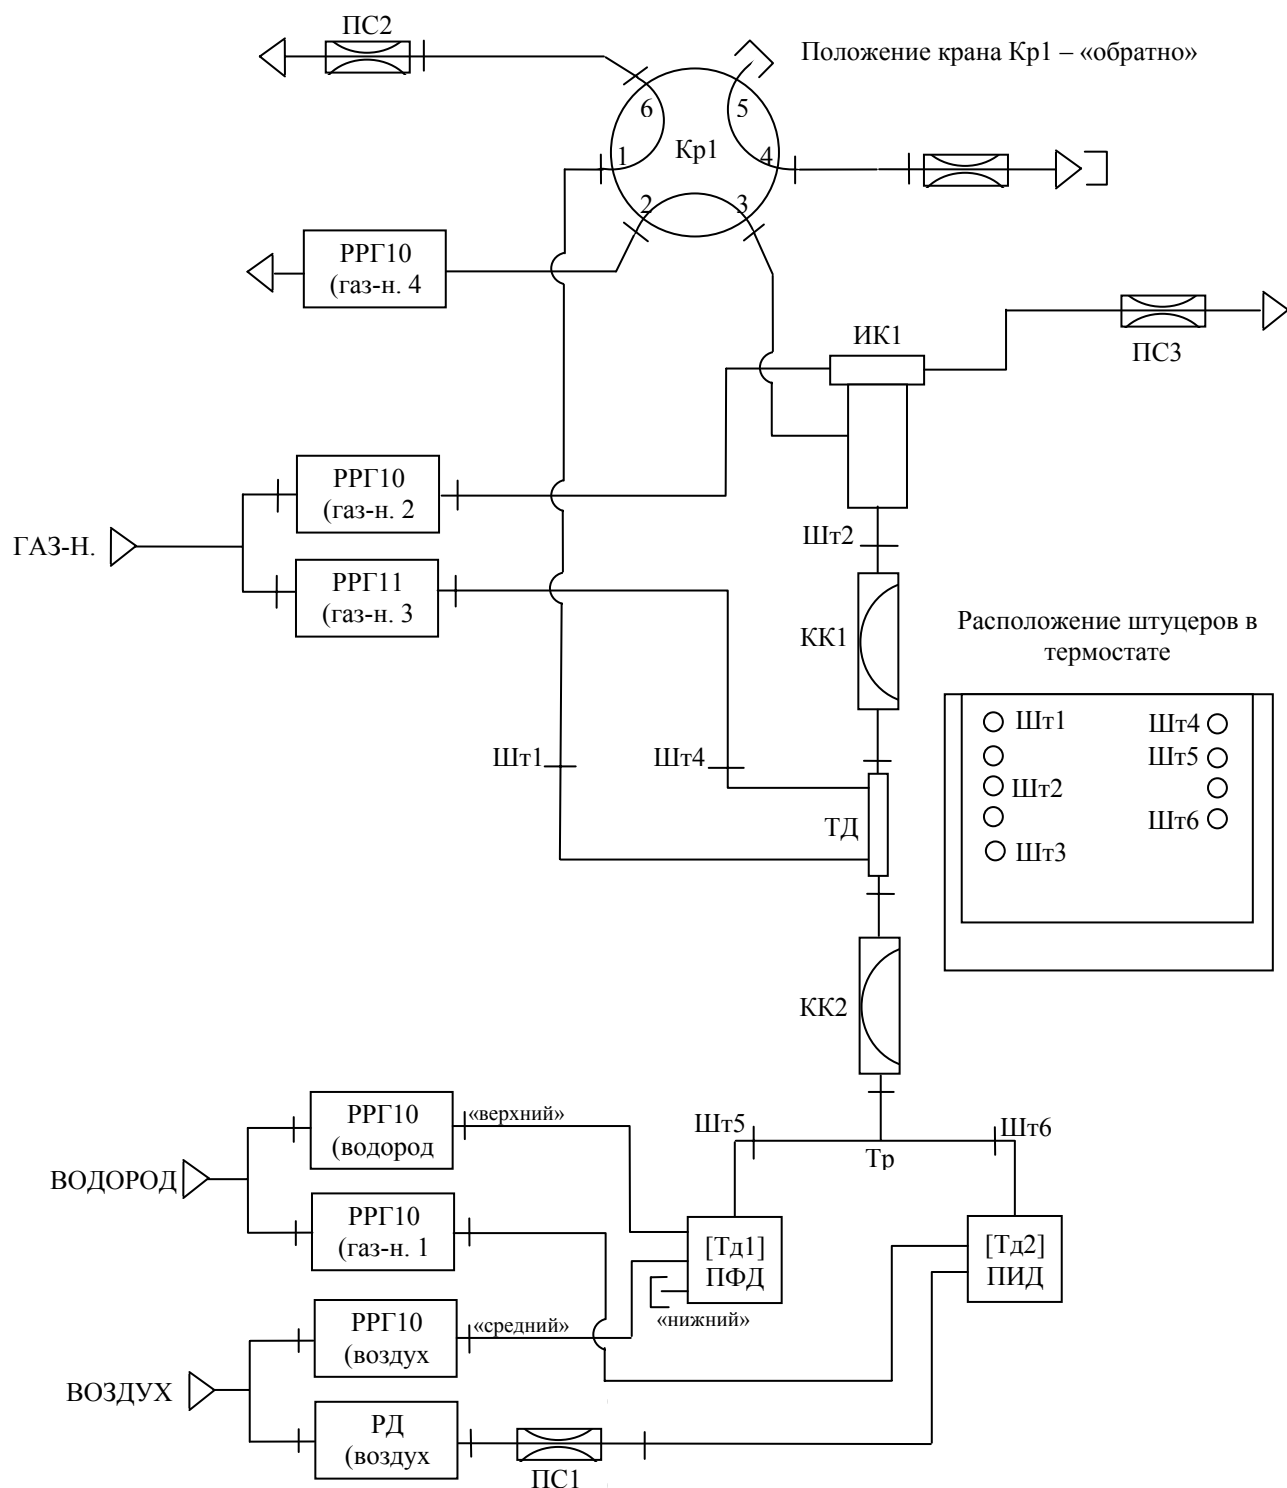

Рис. 1. Газовая схема прибора.
- В окне настроек инструмента щёлкните на закладку «Общие» (см. Рис. 1) и введите строку **ГОСТ Р 50802 ГОСТ 13379** в поле «Рабочее название».